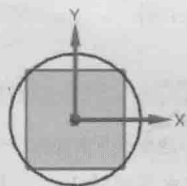
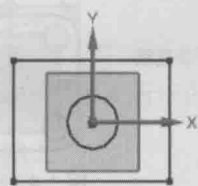
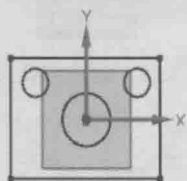
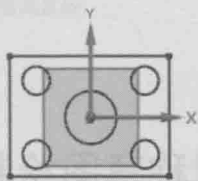

图 1.4.2 绘制圆 1
图 1.4.3 绘制矩形
图 1.4.5 绘制圆 3
图 1.4.6 绘制圆 4
Step3. 绘制草图。选择下拉菜单 **插入(I)** → **曲线(C)** → **圆(C)** 命令,选中“圆心和直径定圆”按钮 ,粗略地绘制图 1.4.2 所示的圆(注意:圆 1 的圆心与原点重合);选择下拉菜单 **插入(I)** → **曲线(C)** → **矩形(R)** 命令,粗略地绘制图 1.4.3 所示的矩形;选择下拉菜单 **插入(I)** → **曲线(C)** → **圆(C)** 命令,粗略地绘制图 1.4.4 所示的圆;以 Y 轴为镜像中心,镜像绘制第二个圆,如图 1.4.5 所示;以 X 轴为镜像中心,镜像绘制第三、四个圆,如图 1.4.6 所示。